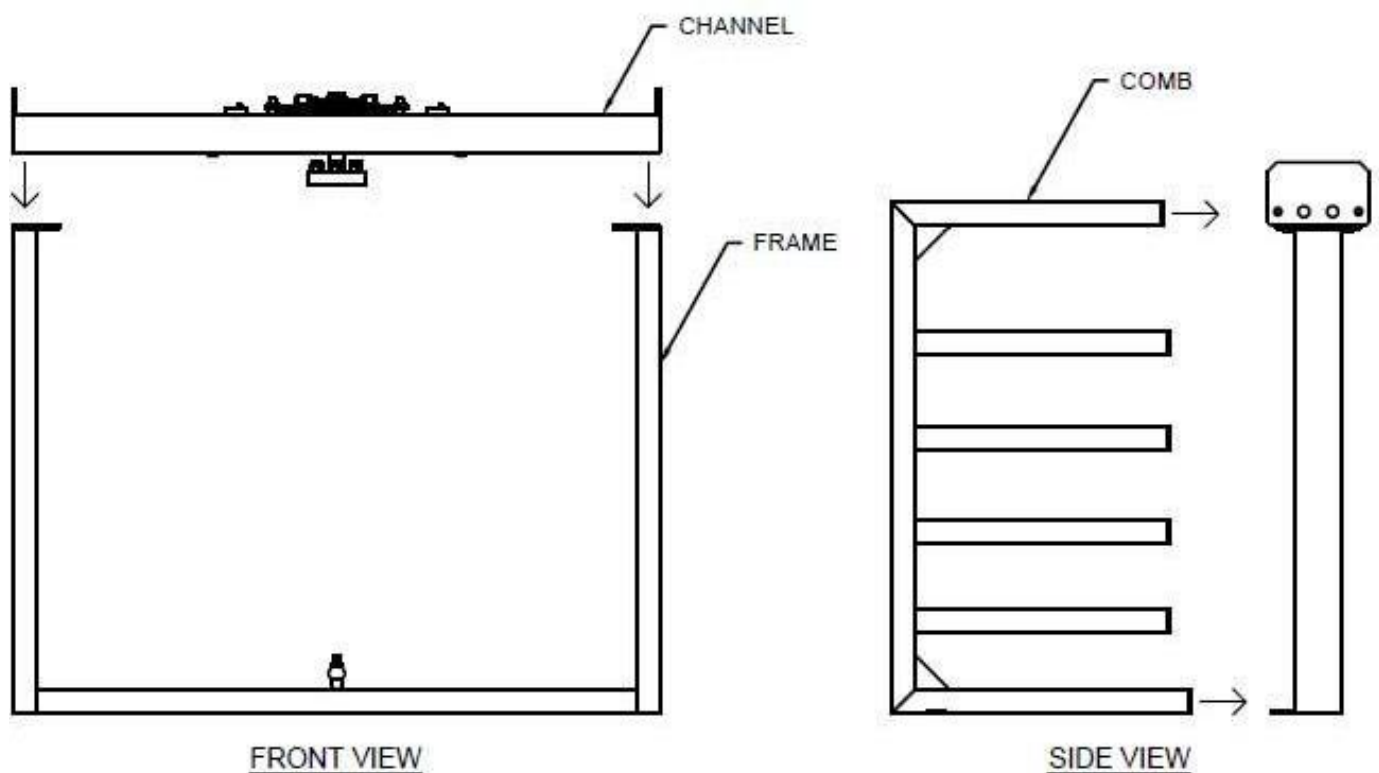

Abbildung 9: Einzelrahmen-Montage
- 4.2 Verbinden Sie den Rahmen mit dem Kanal und dem Kamm, wie in **Abbildung 9: Einzelrahmen-Montage** gezeigt